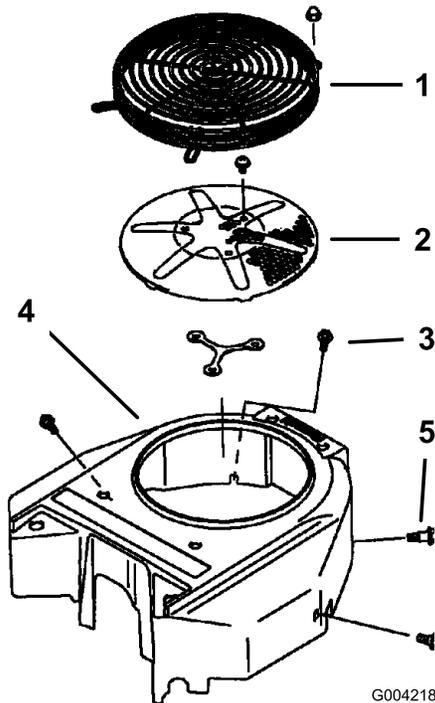

Figure 84
3. Déposez la grille d'entrée d'air, le lanceur et le carter du ventilateur (Figure 84).
5. Remettez la grille d'entrée d'air, le lanceur et le carter du ventilateur (Figure 84).